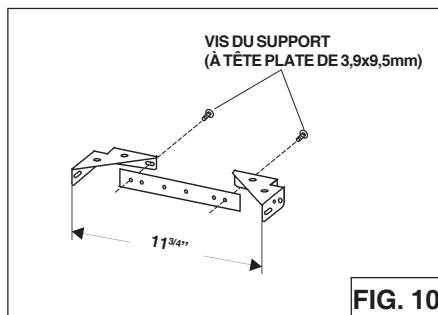

FIG. 10
1. Montez le support de montage du carneau en réglant la largeur extérieur comme indiqué. (Fig.10)